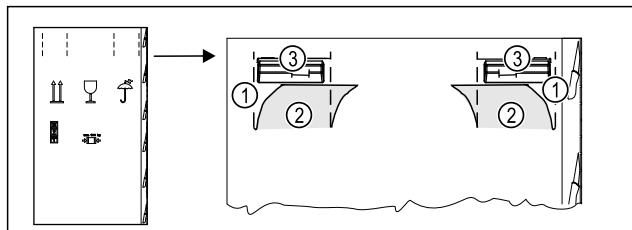

Fig. 3
- ▶ Vtlačte obalový karton nahoře na perforaci Fig. 3 (1).
- ▶ Vytáhněte vtažené spojky Fig. 3 (2).
- ▶ Pravá a levá rukojeť Fig. 3 (3) je viditelná.
- ▶ Držte spotřebič za rukojeti Fig. 3 (3).